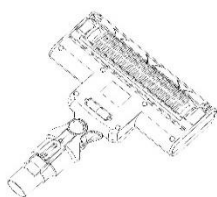

Рис.19
1. Откройте фиксирующий чип на задней части щетки (рис. 19).